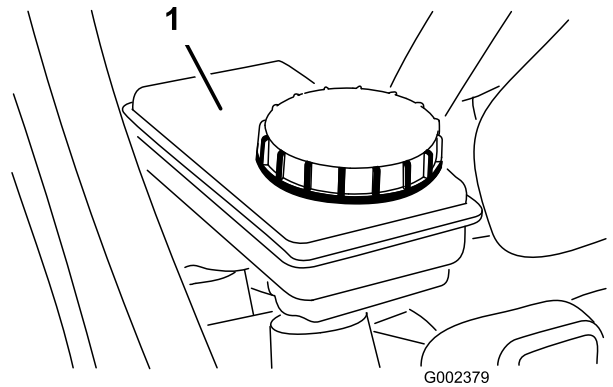

Figure 57
5. Le niveau de liquide doit atteindre le repère maximum sur le réservoir (Figure 57).
6. Si le niveau de liquide est trop bas, nettoyez la surface autour du bouchon du réservoir, enlevez le bouchon et versez du liquide de frein spécifié dans le réservoir jusqu'au niveau correct (Figure 57).